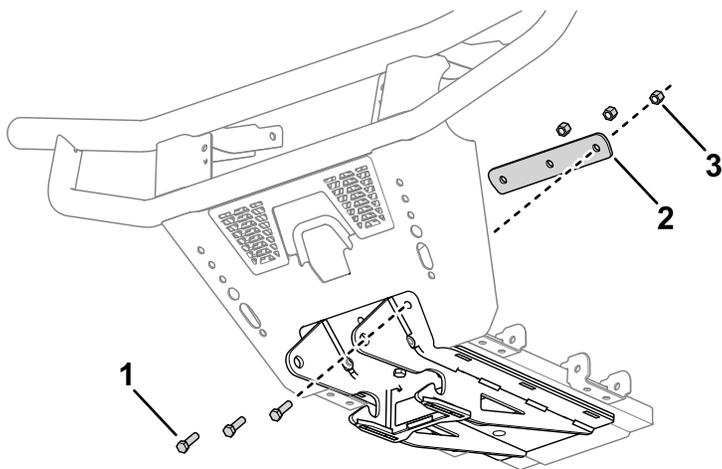

**Bild 2**
5. Markieren Sie die folgenden Lochpositionen am Fahrzeugrahmen (**Bild 2**):